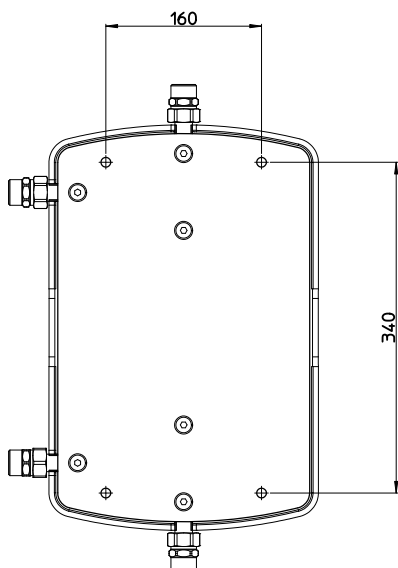

Fig. 2: Placa trasera para montaje en pared
- ✓ Encuentre la posición de los 4 agujeros que se deben hacer en la pared según el esquema de la imagen 2.